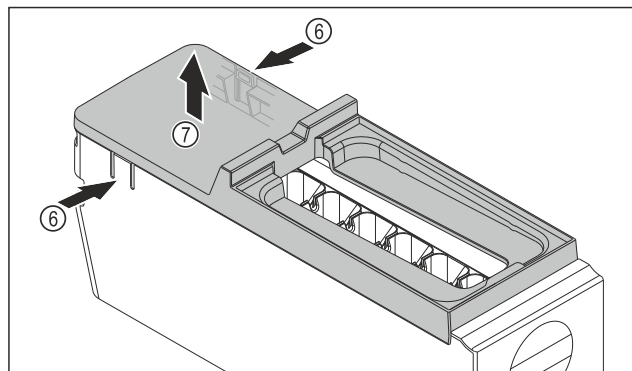

Fig. 131
- ▶ Fjern dekelet til hoveddelen til EasyTwist-Ice: Trykk på tappene Fig. 131 (6) på begge sider av hovedenheten til EasyTwist-Ice med én hånd.
- ▶ Fjern dekelet Fig. 131 (7) ved å trekke det oppover med den andre hånden.